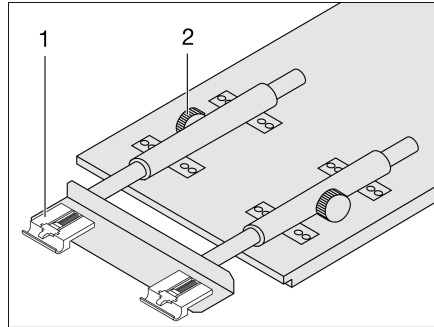

Fig. 92 Ampliación de la mesa colgante
- Soltar los tornillos moleteados (Fig. 92,2).
- Elevar el tablero de mesa ligeramente por delante y extraerlo hasta el tope. La prolongación de mesa (Fig. 92,1) está completamente extraída.
- Elevar el tablero de mesa ligeramente por delante y empujarlo hacia atrás hasta el tope. La prolongación de mesa (Fig. 92,1) está completamente introducida.